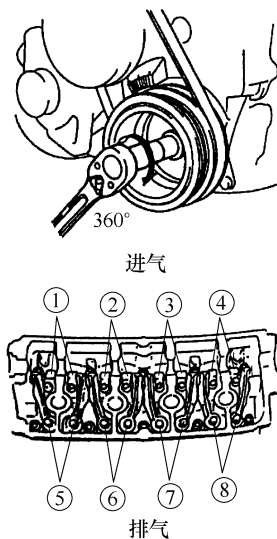

图 6-24 曲轴转动一圈再检查
7) 完成了气门①、②、⑤和⑦或③、④、⑥、⑧的气门间隙调整后，将曲轴转动一整圈，再检查气门③、④、⑥和⑧或①、②、⑤和⑦的情况。如果有必要，应进行调整，如图 6-24 所示。